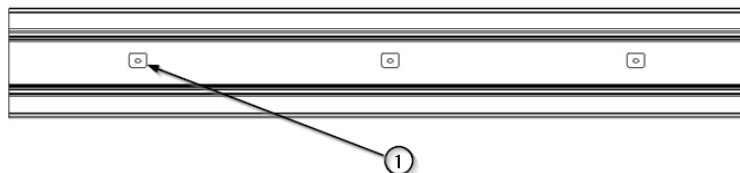

Fig.6 Puntos de anclaje del equipo ICARUS
- Para volver a colocar el testero ① simplemente debe encajarse en su posición siguiendo la dirección del chasis hasta que el testero haga tope y colocar el tornillo de fijación ②.
- Localice los puntos de anclaje ① del equipo que se indican en el plano de instalación que acompaña. (Véase Fig.6)